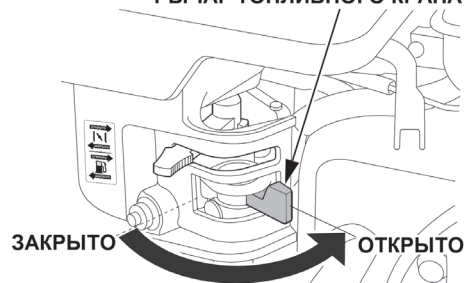

Рис. 14 Рычаг топливного крана
3. Откройте топливный кран переводом рычага вправо (Рис. 14).